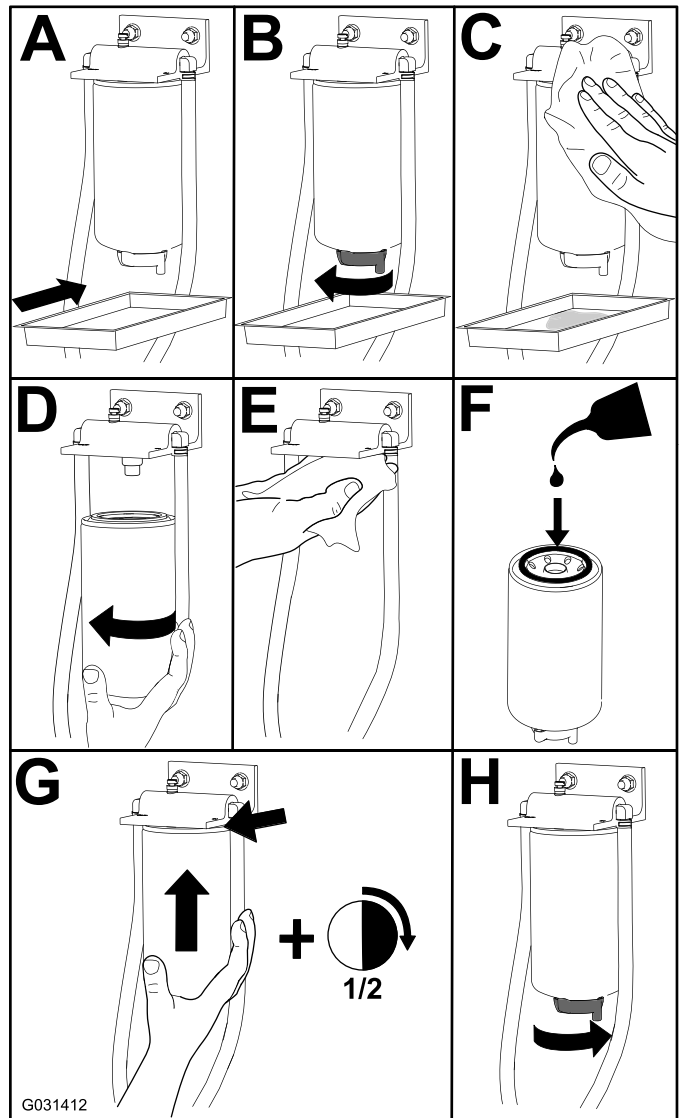

Figura 54
1. Cambie el separador de combustible/agua como se muestra en la Figura 54.